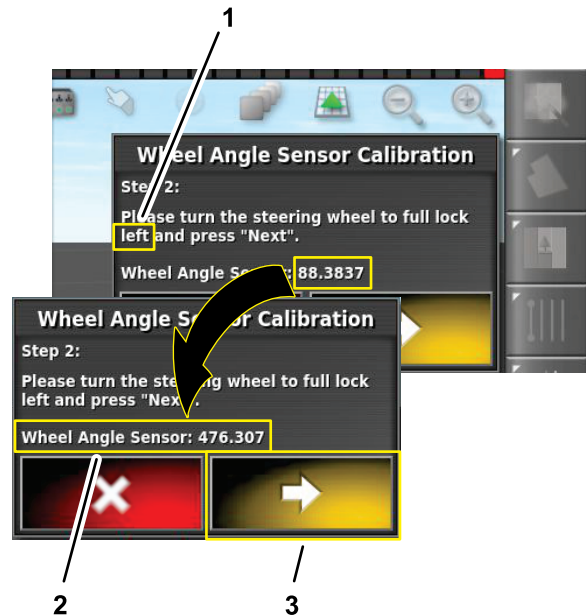

Figura 165
6. En el paso 2, gire el volante a la izquierda a tope, pare y pulse el icono Paso siguiente (Figura 165).